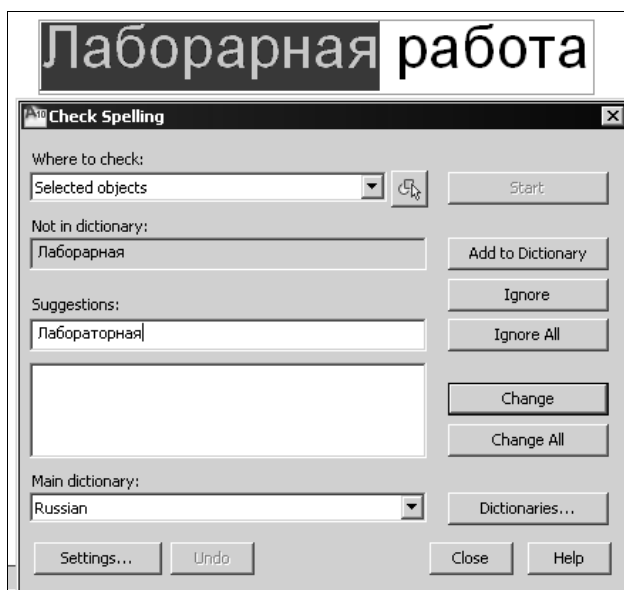

Рис. 11.24. Настройка выбора текста для проверки орфографии
Появится диалоговое окно **Check Spelling** (Проверка орфографии) (рис. 11.24).
5. Щелкните далее кнопку  **Start** (Проверить) в открывшемся диалоговом окне **Check Spelling** (Проверка орфографии) (см. рис. 11.24) для запуска проверки выбранного текста.